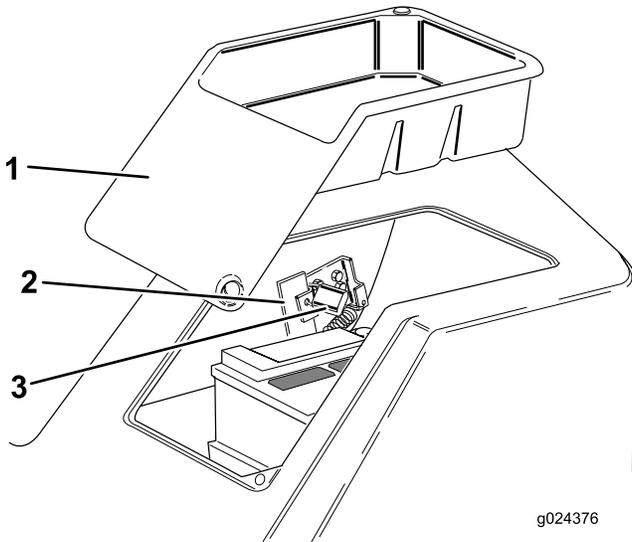

Figure 2
5. Déposez le bac à outils en plastique du côté gauche de la plate-forme (Figure 2).
6. À l'aide de la clé fournie avec le groupe de déplacement, ouvrez le cadenas qui ferme la poignée de verrouillage (Figure 2).
4. Reposez le bac à outils en plastique sur le côté gauche de la plate-forme (Figure 2).